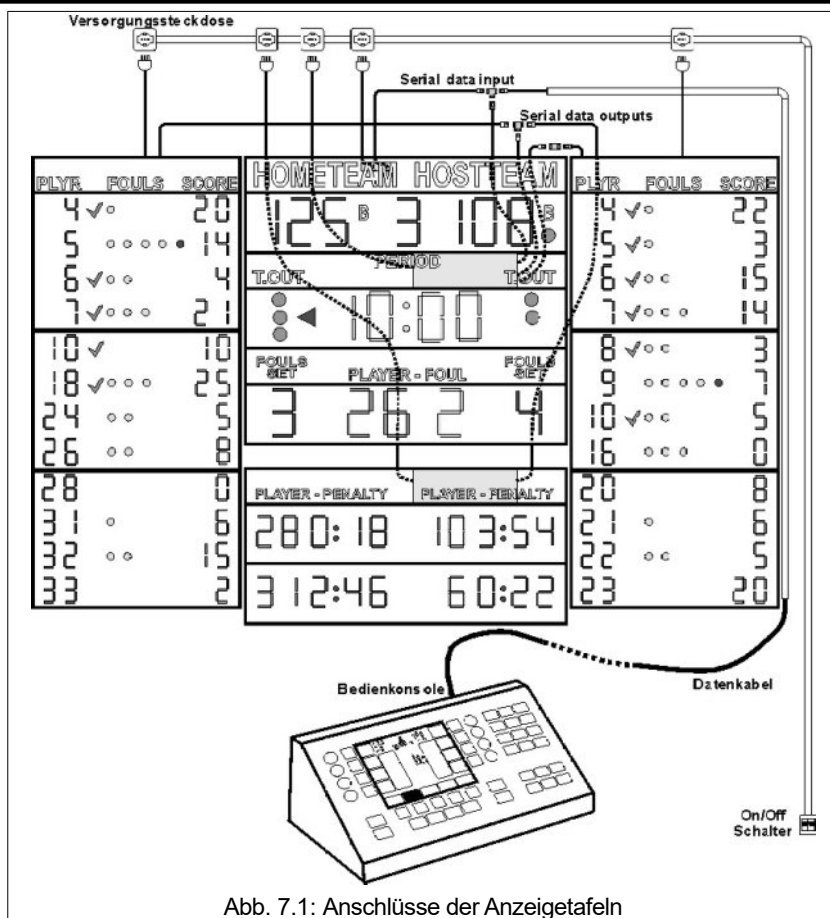

Abb. 7.1: Anschlüsse der Anzeigetafeln
3. Für den Anschluss an andere, eventuell in der Nähe positionierten Anzeigetafeln der Baureihe FS, wie zum Beispiel die seitlichen Anzeigetafeln für die Anzeige der Fouls/Punkte der Spieler oder die zentralen Anzeigen für den Strafzeiten (siehe Beispiel in Abb.7.1), die restlichen 1 m langen Verlängerungskabel, wie im vorherigen Punkt angegeben, an den Steckverbindungen "SERIAL DATA OUTPUT" anschließen.
Jede Anzeigetafel wird mit einem Versorgungskabel, inklusive Stecker geliefert. Zum einfachen Ein- und Ausschalten der Anzeigetafel empfehlen wir, direkt über der Anzeigetafel eine Versorgungsbuchse anzubringen (siehe Beispiel in Abb.7.1).
In Abb.7.1 ist die folgende Konfiguration abgebildet: zentrale Anzeigetafel, seitliche Anzeigen für die Fouls und Punkte der Spieler sowie die untere Anzeige für die Visualisierung der Strafzeiten.
4. Die möglichen weiteren Anzeigetafeln der Baureihe FS, wie zum Beispiel die seitlichen Statistikanzeigen für die Fouls/Punkte der Spieler sowie die unteren Anzeigen für die Strafzeiten, können mittels der entsprechenden Adapter an die anderen zwei seriellen Kabel "SERIAL DATA OUTPUT" angeschlossen werden (siehe Abb.7.1).